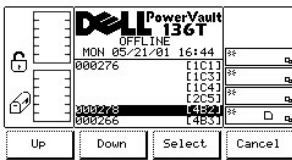

图 19. 状态 > 磁带库 > 介质选择对话框
- 1 如果按下**选择**软键下方的按钮，则会激活选定的字段。请参考图 19。